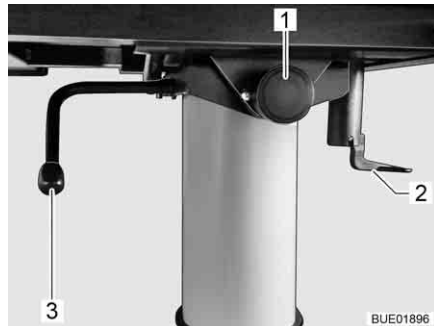

Fig. 101 Réglage table à hauteur réglable
- Rabattre le levier de verrouillage (Fig. 101,2) vers le bas.
- Tirer le bouton (Fig. 101,1) du dispositif de verrouillage vers le l'avant et faire pivoter le plateau de table vers le haut.
- Faire pivoter le levier (Fig. 101,3) sous le plateau de table à 180° dans le sens des aiguilles d'une montre. Le mécanisme de réglage de hauteur se trouvant dans le pied de table est déverrouillé.
- Faire pivoter le levier (Fig. 101,3) sous le plateau de table à 180° dans le sens des aiguilles d'une montre. Le plateau de table s'élève alors automatiquement jusqu'à la butée de fin de course.